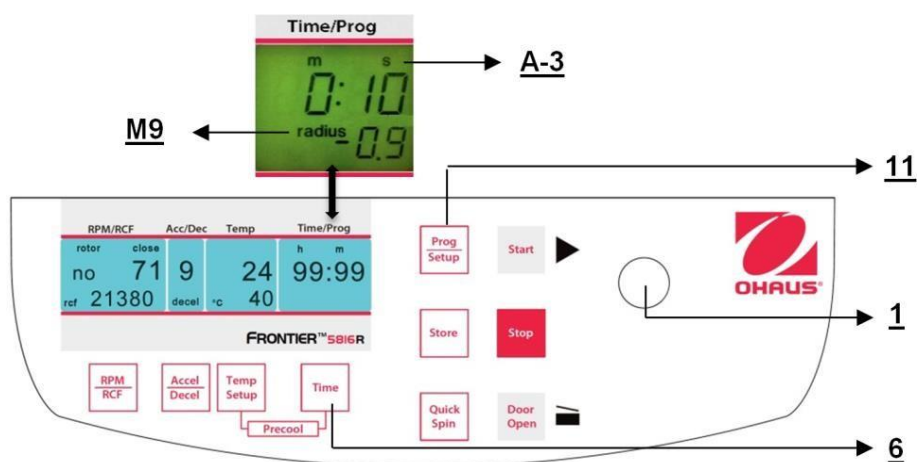
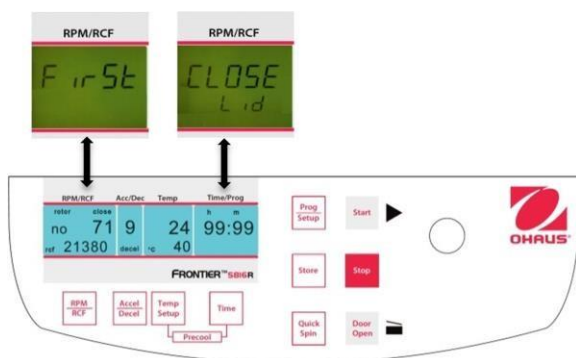

Figura 24
Figura 26
Cierre la tapa, luego presione el botón **"Time"** (6) (vea la Figura 24) y el botón **"Prog/Setup"** (11) al mismo tiempo y manténgalos presionados.
Cierre la tapa de la centrífuga. Ahora proceda como se describió anteriormente para configurar todos los parámetros de operación importantes. Si la tapa no se cierra al almacenar el programa, en la pantalla **"RPM/RCF"** (A-1) destellan las palabras **"FirSt"** y **"CLOSE Lid"** (vea la Figura 26) alternadamente. Si desea iniciar la operación sin almacenar el programa, en la pantalla **"RPM/RCF"** (A-1) destellan las palabras **"First"** y **"PrESS StoreE"** (vea la Figura 24) alternadamente.
Puede arrancar la centrífuga ya sea con el botón **"Start"** (9) (vea la Figura 26) o con el botón **"Quick Spin"** (8). Con el botón **"Start"** (9), puede iniciar operaciones almacenadas u operaciones con parámetros preseleccionados manualmente.